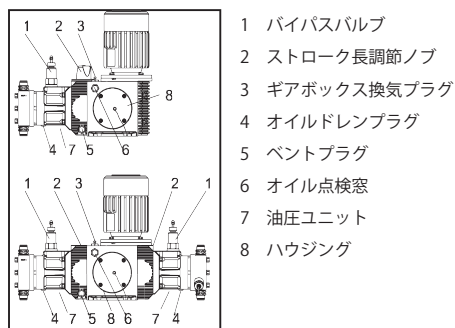

図5 オイル交換・補給
■オイルの取出し（図5）
■オイルの補給（図5）
- ①ストローク長調節ノブ（2）の位置を 100% にします。バイパスバルブ（1）のノブを時計回りに回し、バイパスバルブ（1）を開けます。
- ②ギアボックス換気プラグ（3）を取外して下さい。ギアボックス換気プラグの取付穴から、オイルを注ぎます。オイル点検窓（6）を覗きながら、オイル点検窓（6）から見えるオイルの液面が 3/4 程度に位置するまで、オイルをゆっくり注ぎます。
- ③モーターの電源を入れ、1～2 分間ポンプを運転します。
- ④再度オイル点検窓（6）を覗き、オイルの液面が 3/4 程度に位置していることを確認して下さい。オイルの液面が低い場合は、オイルを注いで下さい。
- ⑤ギアボックス換気プラグ（3）を取付け、ギアボックス換気プラグ（3）を開けます。
- ⑥バイパスバルブ（1）のノブを反時計回りに回し、バイパスバルブ（1）を閉めます。
■オイルの補給 (図5)
- ①ストローク長調節ノブ (2) の位置を 100% にします。バイパスバルブ (1) のノブを時計回りに回し、バイパスバルブ (1) 開けます。
- ②ギアボックス換気プラグ (3) を取外して下さい。ギアボックス換気プラグ (3) の取付穴から、オイルを注ぎます。オイル点検窓 (6) を覗きながら、オイル点検窓 (6) から見えるオイルの液面が 3/4 程度に位置するまで、オイルをゆっくり注ぎます。
- ④再度オイル点検窓 (6) を覗き、オイルの液面が 3/4 程度に位置していることを確認して下さい。オイルの液面が低い場合は、オイルを注いで下さい。
- ⑤ギアボックス換気プラグ (3) を取付け、ギアボックス換気プラグ (3) を開けます。
- ⑥バイパスバルブ (1) のノブを反時計回りに回し、バイパスバルブ (1) を閉めます。
- ①弁を分解します。
- ②バルブボールを交換します。
- ③再使用する部品を清掃します。